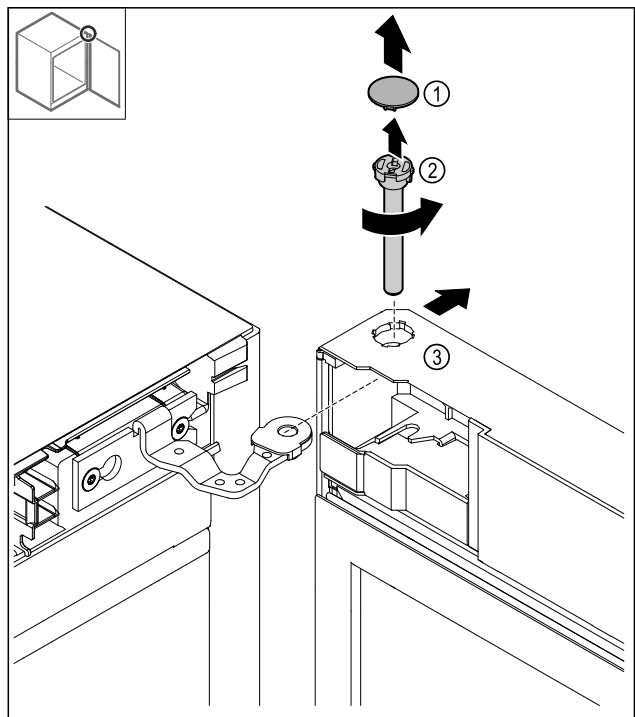

Fig. 18
- ▶ Afdekking Fig. 18 (1) wegnemen.
- ▶ Bouten Fig. 18 (2) linksom losdraaien en er uit trekken.
- ▶ Deur Fig. 18 (3) iets kantelen.